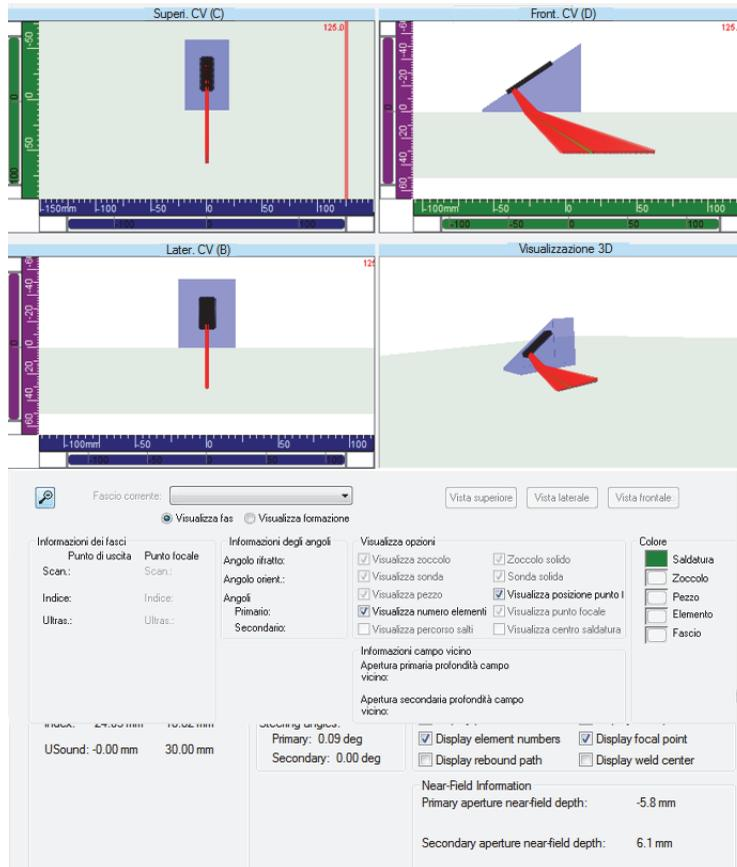

Figura 4-10 Esempio della scheda di informazioni sulla visualizzazione dei fasci nella Calcolatrice
- n) Usare le quattro viste e i parametri al di sotto delle viste per validare i fasci calcolati (vedi Figura 4-10 a pagina 109).